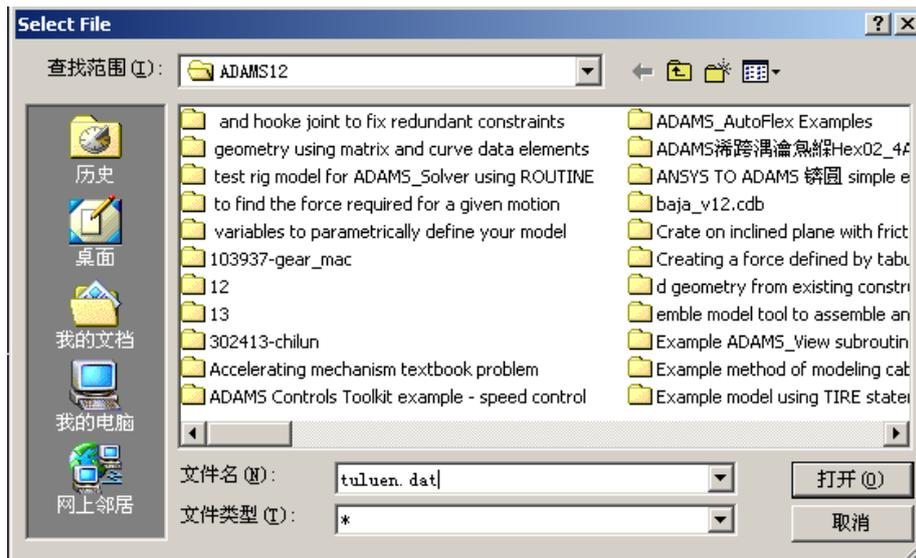

图 4-5 保存对话框
4.4 在 **Location Table** 对话框中，点击“**Write**”按钮，出现 **Select File** 保存对话框，如图 4-5 所示，在文件名栏中输入保存名“**tuluen.dat**”（名字可以随意取，但不要忘记后缀“.dat”），然后点击“打开”，进行保存。最后点击“**OK**”按钮两次，分别退出 **Location Table** 对话框和 **Modify Geometric Spline** 对话框。